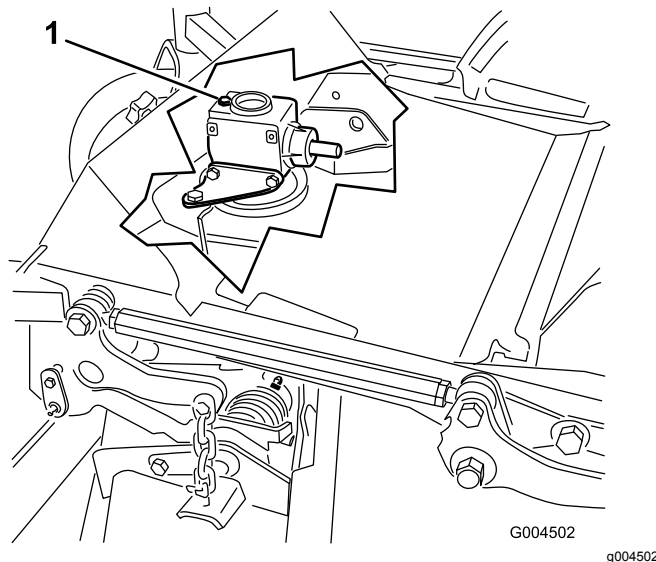

Рисунок 29
6. Снимите масломерный щуп и пробку заливной горловины в верхней части редуктора и убедитесь, что уровень масла находится между отметками на щупе (Рисунок 29).
6. Извлеките щуп или снимите пробку заливной горловины в верхней части редуктора (Рисунок 29).